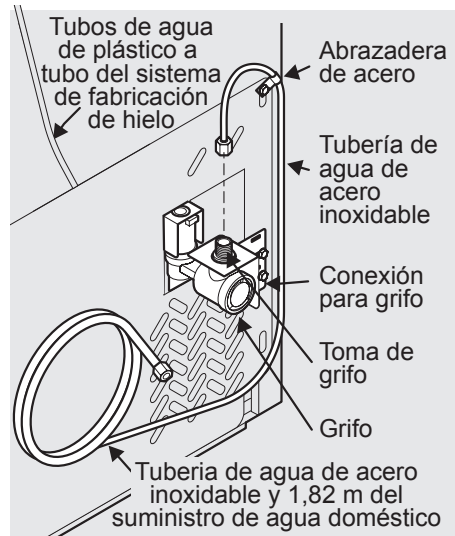

Figura 2
- 4 Repita los pasos 2 y 3 para instalar la manija del refrigerador. Asegúrese de que los agujeros para los tornillos de fijación queden orientados hacia la puerta del congelador. (Vea la figura 2).
Si utiliza tubos de acero inoxidable, la tubería ya tiene instalados la tuerca y el casquillo. Deslice la tuerca de compresión en la toma del grifo y apriétela a mano en el grifo. Luego utilice una llave para darle otra media vuelta, pero SIN apretarla en exceso. Consulte la Figura 2.